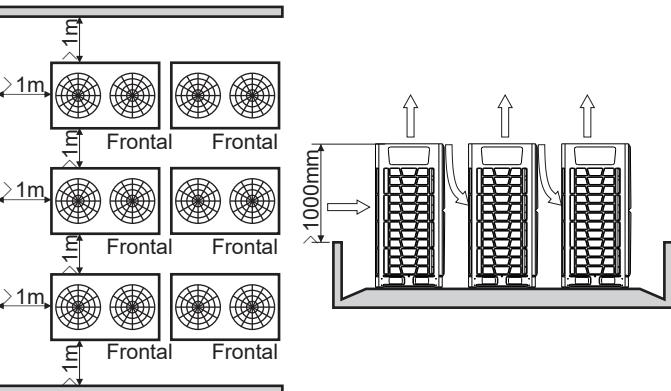

Fig. 3.13 Mais de 2 filas
5) Quando as unidades exteriores forem mais altas do que as suas imediações e se deverem ser dispostas em 2 filas, ver Fig.3.13.